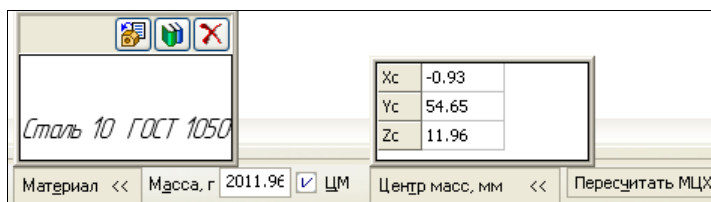

Рис. 9.9. Панель **Свойства детали** с раскрытыми окнами **Материал** и **Центр масс**
- в окне **Материал** нажмите кнопку . Раскроется окно (рис. 9.9), в котором по умолчанию стоит материал **Сталь 10**;